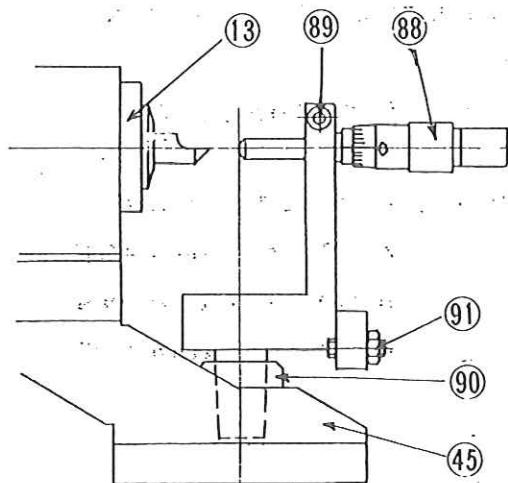

図 21
このマイクロメータ⑧はスイベルアーム④の回転軸⑩のテーパー穴に取り付けて使用します。この状態で図21の様にマイクロメーターの目盛を0にセットするとスイベルアームの回転中心とマイクロメータの測定面が一致する様に調整されています。